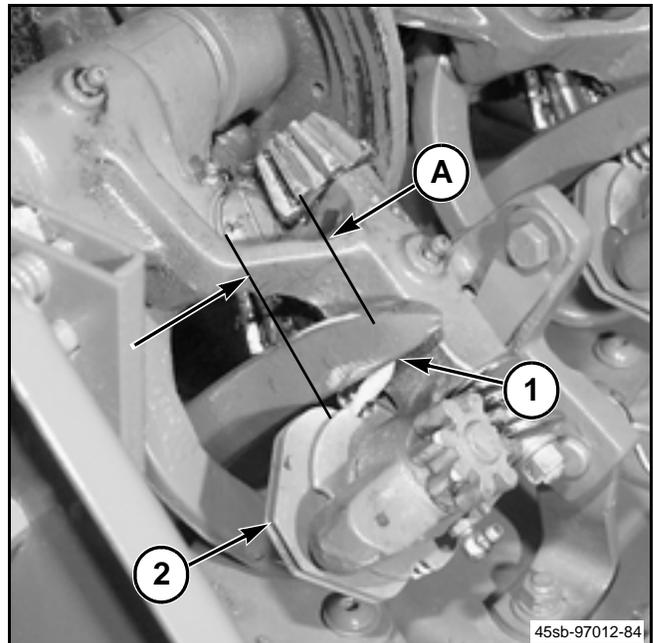

FIG. 79
FIG. 79: La penetración de las agujas es correcta cuando la parte inferior del ojo de la aguja (1) está de 51 a 57 mm (2 a 2-1/4 pulg) por encima del disco del cordel (2).